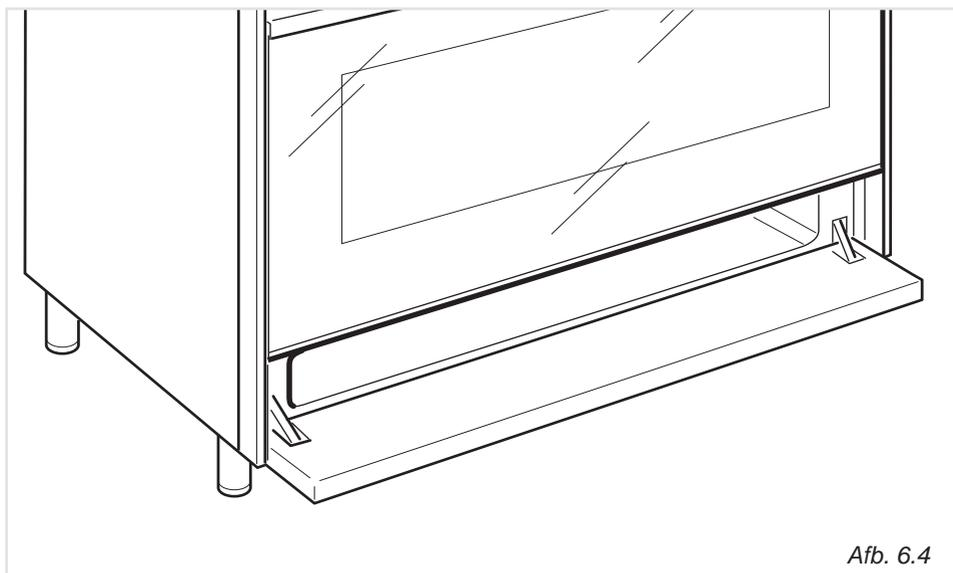

Afb. 6.3
- Verwijder het verlichtingskapje "A" (afb. 6.3).